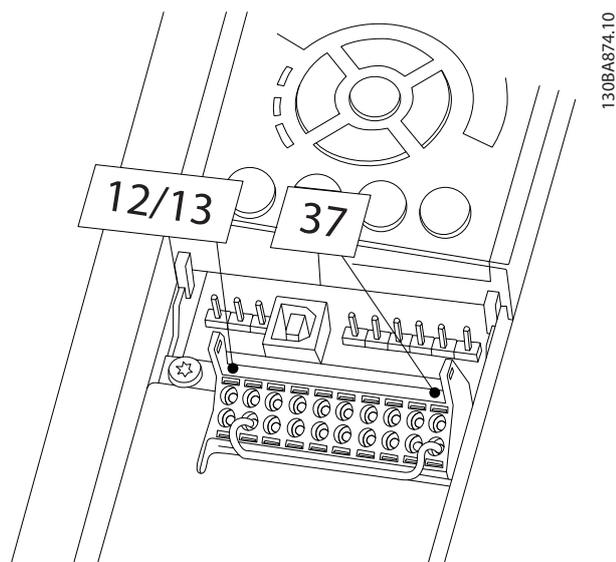

図 3.1 端子 12/13 (24 V) および 37 の間のジャンパー線 (FCD 302 を除くすべての周波数変換器)
1. コントロール端子 37 と 12 または 13 の間のジャンパー線を除去します。短絡を回避するためには、ジャンパー線を切断/断線するのでは不十分です。(図 3.1 のジャンパー線を参照してください)